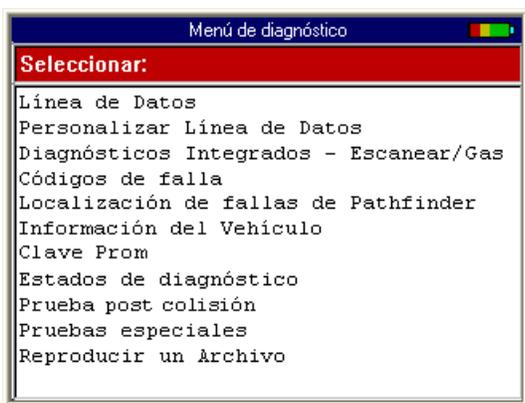

Figura 3.14: Pantalla Menú de Diagnóstico (Diagnostic Menu)
- Si se muestra una pantalla de Advertencia o la pantalla del Menú de Diagnóstico (Diagnostic Menu) (Figura 3.14 en la página 18, continúe con Step 4: Selección de la Función de Diagnóstico en la página 18.